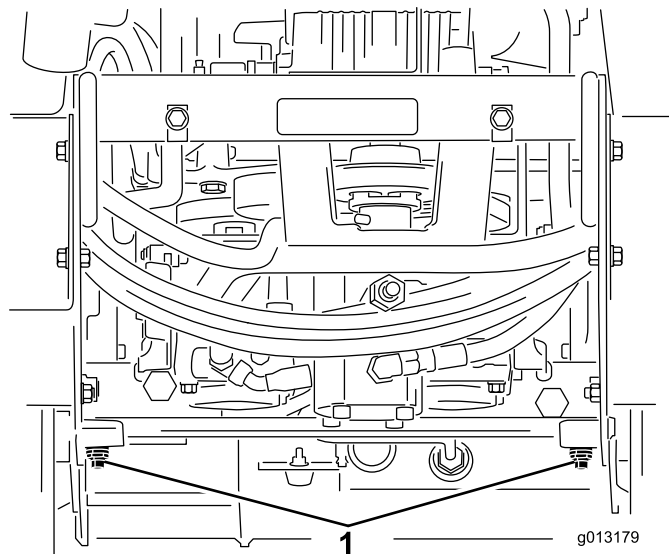

Figura 20
4. Con l'aiuto di una chiave, girate due volte in senso antiorario le valvole per il rimorchio situate sulle pompe idrauliche (Figura 20).